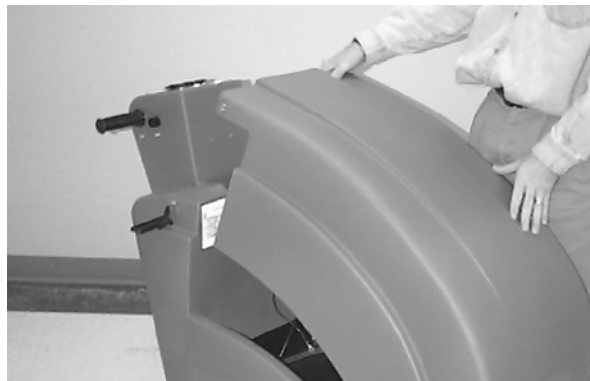

FIG. 2
3. Ouvrez les systèmes de verrouillage du couvercle du compartiment à batteries et ouvrez le compartiment à batteries. Enlevez les câbles des batteries non attachés (Figure 2).